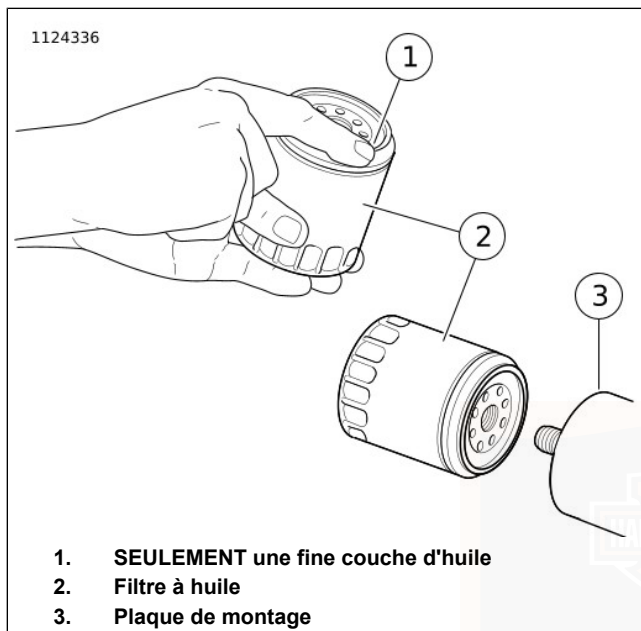

Figure 39. Application d'une fine couche d'huile
7. Voir Figure 39. Poser un filtre à huile **neuf**.